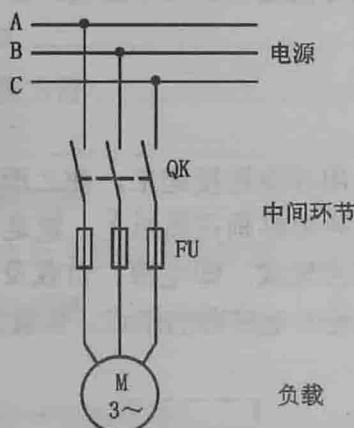

图 1-2 用三极刀闸开关控制一台三相异步电动机启动与停止的电气原理图
下面给出用三极刀闸开关控制一台三相异步电动机启动与停止的电气原理图，如图 1-2 所示。
电路中各电气设备和控制器件的文字符号必须按照国家标准 GB7159—87 规定的文字符号标明，如图 1-2 中 QK 代表三极刀闸开关，FU 代表熔断器，M 代表三相电动机。
电气原理图中的各电气设备和控制器件，按照先后工作顺序纵向排列，或者水平排列。如图 1-2 中的三极刀闸开关 (QK)、熔断器 (FU)、电动机 (M) 就是按先后工作顺序纵向排列的。